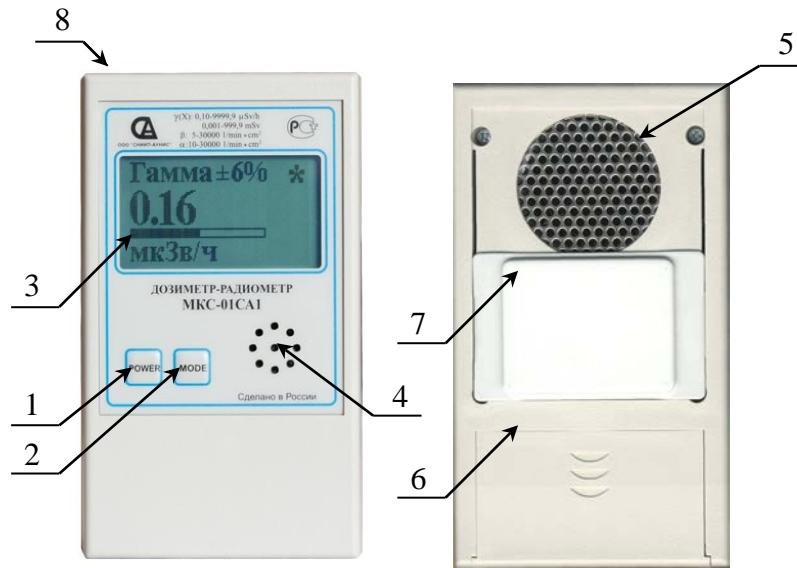

Рис. 1. Общий вид прибора МКС-01СА1
- снимите крышку отсека питания (см. Рис. 1);
- закройте рабочую поверхность детектора, сдвинув поглощающий экран (см. Рис. 1) в верхнее положение.
- подключите выходной разъём сетевого адаптера к разъёму mini USB, расположенному в верхнем торце прибора (см. Рис. 1);
- закройте входное окно детектора, сдвинув экран (см. Рис.1) в верхнее положение;
**2.4.1** Закройте входное окно детектора, сдвинув экран (см. Рис.1) в верхнее положение. Включите питание прибора (однократно нажмите и отпустите кнопку «POWER»). Прибор измеряет интегральную дозу излучения с момента включения прибора в режимах «ГАММА» или «ДОЗА». Дисплей прибора в режиме «ДОЗА» показывает суммарное время измерения дозы в часах и минутах «ДОЗА XX XX» и значение накопленной дозы в цифровом формате четырех значащих цифр с плавающей запятой с указанием единицы измерения: «X,XXX mSv». Прибор сохраняет значение накопленной дозы и времени экспонирования